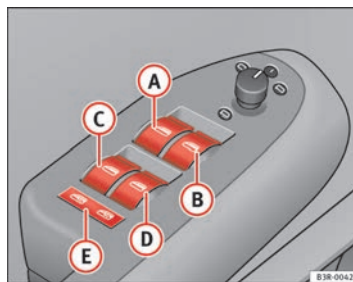

Fig. 80 Detalle de la puerta del conductor: Mandos
- (A) Conmutador ⇒ fig. 80 para la ventanilla de la puerta del conductor
- (B) Conmutador para la ventanilla de la puerta del acompañante
Con el interruptor de seguridad ⇒ página 114, fig. 80  es posible desconectar los interruptores de las puertas traseras. Sólo cuando este interruptor está bajado será posible abrir y cerrar las ventanillas desde los asientos traseros.